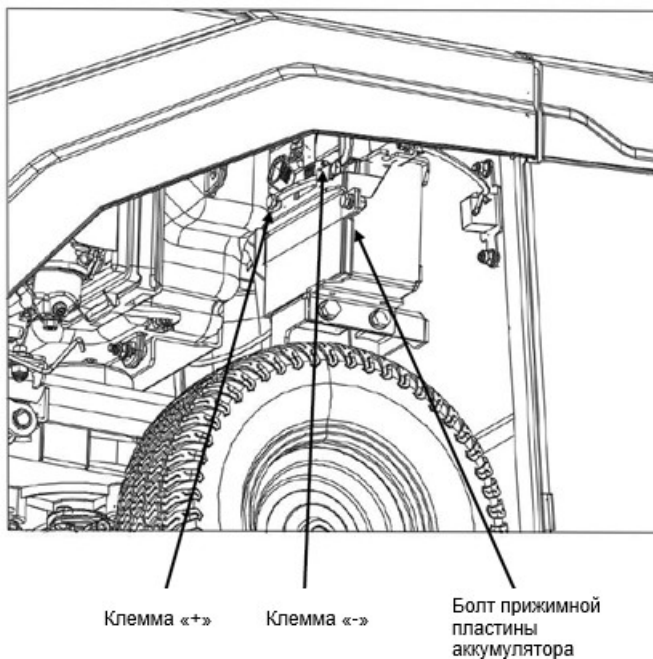

Рис. 15
2. Выверните болт крепления прижимной пластины аккумулятора, а затем снимите прижимную пластину аккумулятора (рис. 15).